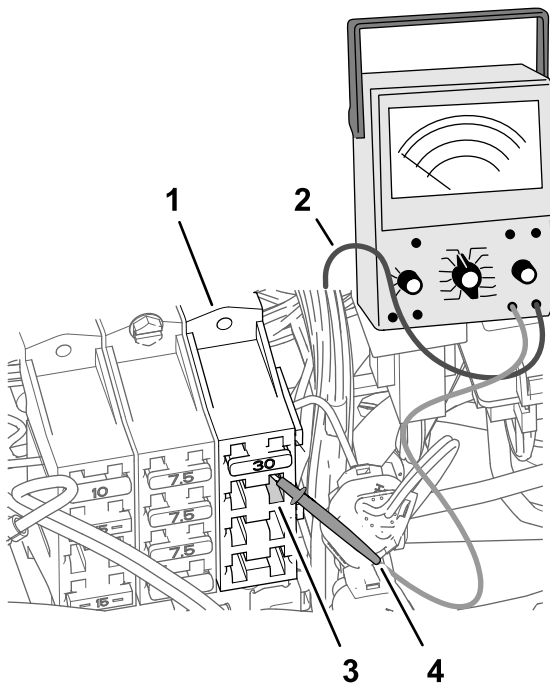

Bild 188
2. Stecken Sie am Sicherungskasten 3 der Maschine die Mehrfachmessgerätsende in den Kontakt 4 (die rechte Spalte) der Sicherungsfassung 2, wie in Bild 188 abgebildet.